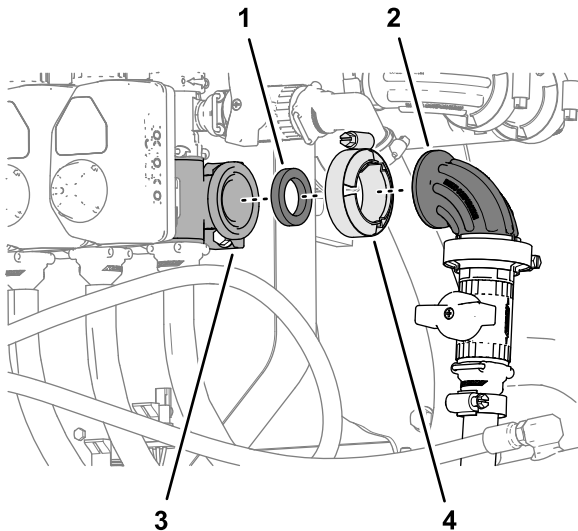

Figura 136
1. Montate il raccordo a 90° della valvola di intercettazione per il kit asta di irrorazione o il kit avvolgitubo elettrico opzionali sulla flangia della valvola dell'ugello 10 con il morsetto flangiato e la guarnizione e serrate il morsetto manualmente (Figura 136).